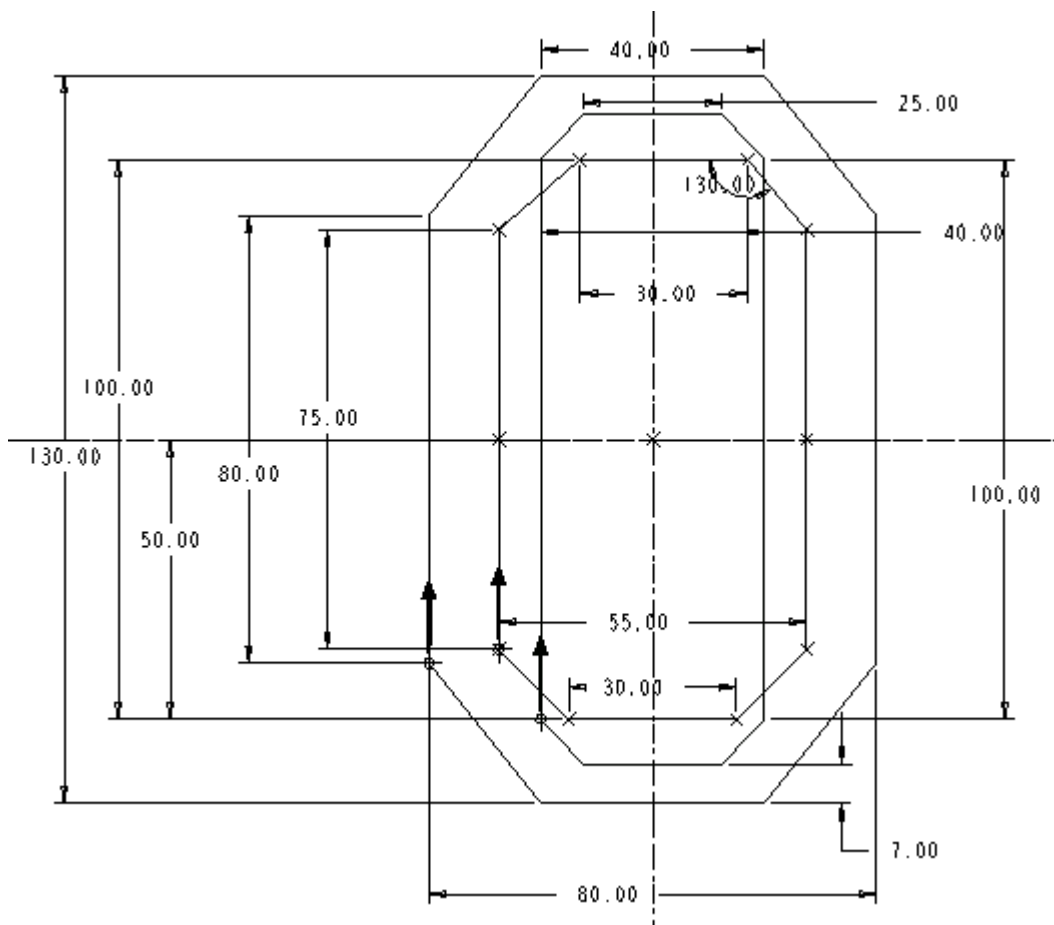

图 51-6
- (6) 在绘图窗口单击右键，在弹出的快捷菜单中单击【切换剖面】选项，绘制第 3 个截面，绘制的第 3 个截面与第 2 个截面完全相同。
- (7) 在绘图窗口单击右键，在弹出的快捷菜单中单击【切换剖面】选项，绘制如图 51-6 所示的第 4 个截面。